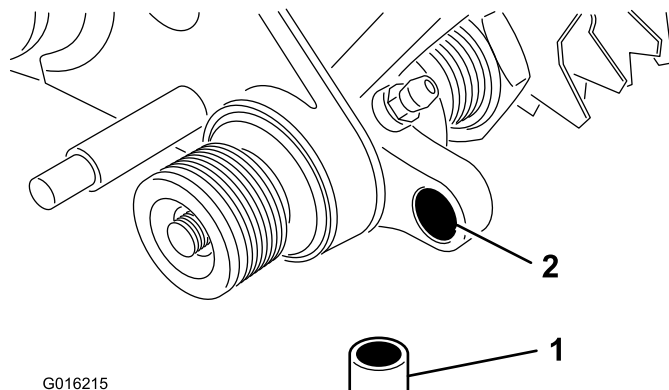

Figura 9
20. Introduzca un casquillo en el orificio del conjunto de transmisión derecho del acondicionador (Figura 9).